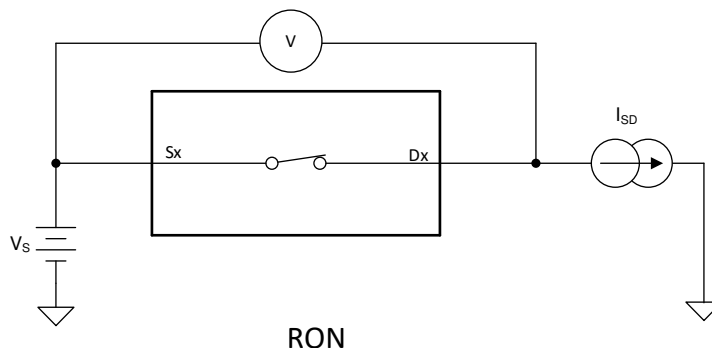

图 16-1. 导通电阻测量设置
器件的导通电阻是器件源极 (Sx) 和漏极 (Dx) 引脚之间的欧姆电阻。导通电阻随输入电压和电源电压的变化而变化。符号 R_{ON} 用于表示导通电阻。图 16-1 展示了用于测量 R_{ON} 的测量设置。电压 (V) 和电流 (I_{SD}) 可通过此设置进行测量，而 R_{ON} 可通过 $R_{ON} = V/I_{SD}$ 来计算：